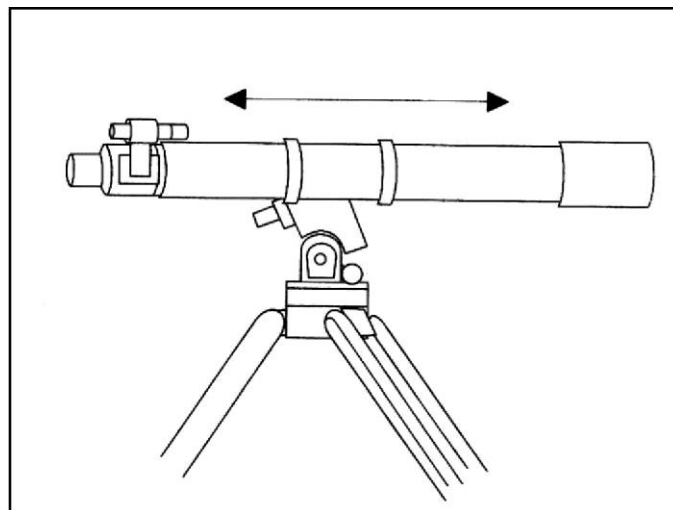

Рис. 2-15
3. Ослабьте фиксатор по оси склонения и поверните телескоп до положения, при котором труба телескопа параллельна земле (рис. 2-15).